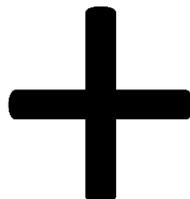
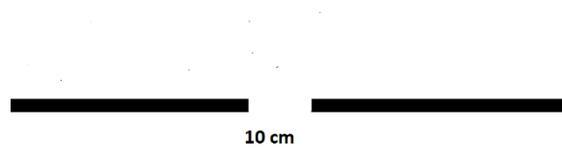

Figura 1 – Cruzamento.
Figura 2 – Gap.
- 3.3. A linha poderá cruzar sobre ela mesma (figura 1). Não serão aceitos pedidos de reconsideração com base neste motivo. O traçado da pista se dará pela combinação de retas, curvas, Gap's (falhas na linha preta figura 2) e redutores de velocidade que simulam terreno hostil.
Nas junções (observar figura 1) não haverá marcações de orientação para os robôs. Demarcações fora do traçado apenas ocorrerão na área de partida/chegada dos robôs. **Porém haverá marcações de retorno a pista caso o robô se perca no traçado.** As curvas não terão raio máximo e nem raio mínimo.